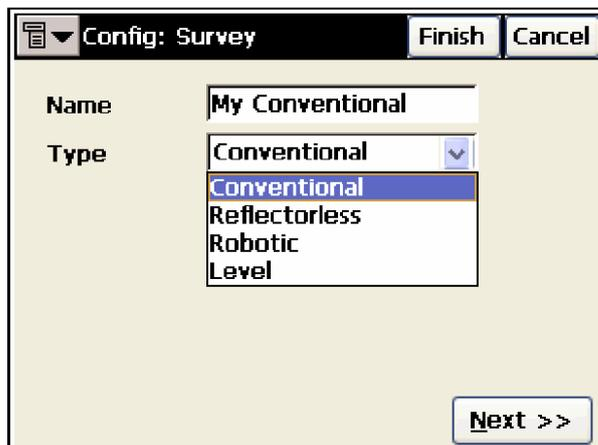

Рисунок 3-46. Настройка: Съемка
2. В окне **Configuration: Survey (Настройка: Съемка)** введите имя конфигурации и выберите ее тип, после чего нажмите **Next (След)** (рис. 3-46 на стр. 3-32).